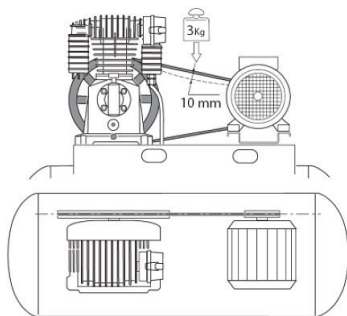

Abb. 19: Prüfen der Riemenspannung
Schritt 5: Überprüfen Sie die Riemenspannung. Der Riemen muss sich in der Mitte um ungefähr 10 mm biegen, wenn eine Belastung von 3 kg daran angebracht wird (Abb. 19). Stellen Sie die Riemen-spannung gegebenenfalls nach (durch Verschieben des Motors) und achten Sie dabei darauf, dass die Riemenscheibe und das Schwungrad ordnungsgemäß gefluchtet bleiben.